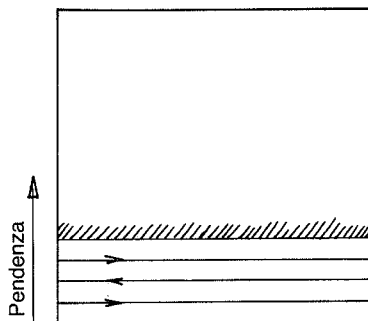

Fig. 20
c) Funzionamento su pendii con aree irregolari (Fig. 20/21/22)